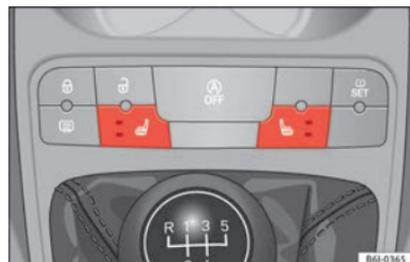

Fig. 100 Contacteur du chauffage des sièges avant.
- Appuyez sur le contacteur correspondant »» fig. 100 pour activer le chauffage du siège.
- Une pression sur la touche active le chauffage à l'intensité maximale. Les deux LED s'allument »» fig. 100. Après 15 minutes à intensité maximale, la LED supérieure s'éteint, le système se désactive pendant 2 minutes et, une fois ce délai écoulé, le système se remet en fonctionnement à intensité minimale (la LED inférieure reste toujours allumée).